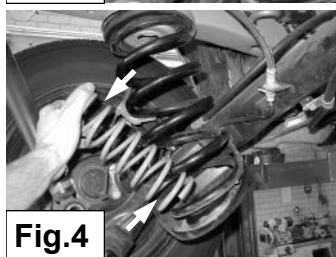

Fig.4
5. Breng de hulpveer **C** met een kantel beweging in de hoofdveer en draai de hulpveer helemaal in de hoofdveer. Zie fig. 4, 5 en 6.
5. Kippen Sie Hilfsfeder **C** in die Hauptfeder und drehen Sie sie nach oben. Sehe fig. 4, 5 und 6.
5. Placez le ressort auxiliaire **C** dans le ressort principal à moyen d'un mouvement basculant et vissez-le entièrement dans le ressort principal. Voir fig. 4, 6 et 8.